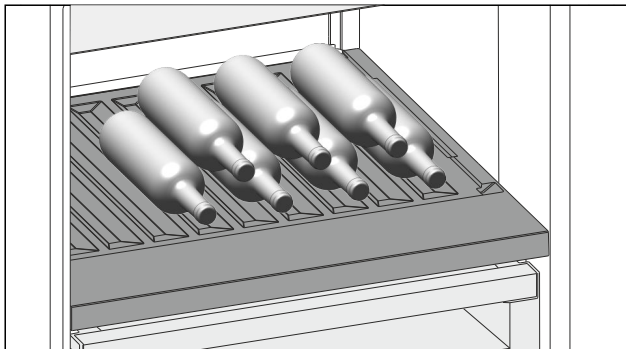

Fig. 85
- Flaschen mit dem Boden nach hinten zur Rückwand einlegen. (siehe Fig. 85)